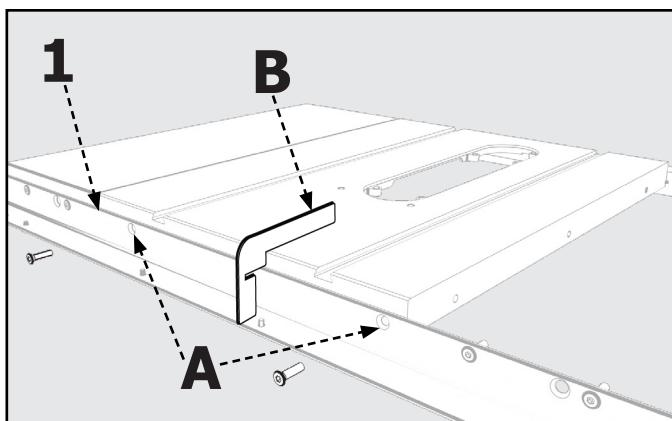

FIGURA 3
1. Con el borde izquierdo del carril guía delantero (1) colocado cerca del brazo de extensión izquierdo, alinee ambos orificios de la mesa con ambos orificios del carril guía delantero, como se indica en la ubicación "A" de la **FIGURA 3**.